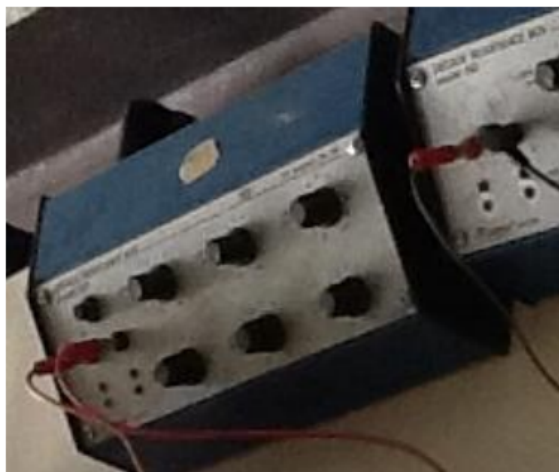

Figura 3: Resistencias Variables o Potenciómetros.
5. Ajuste la resistencia variable (figura 3) al valor máximo posible (debería ser alrededor de $1.1\text{ M}\Omega$).
1. Antes de que el dieléctrico se rompa, ¿cómo se puede modelar el circuito de la figura 3?